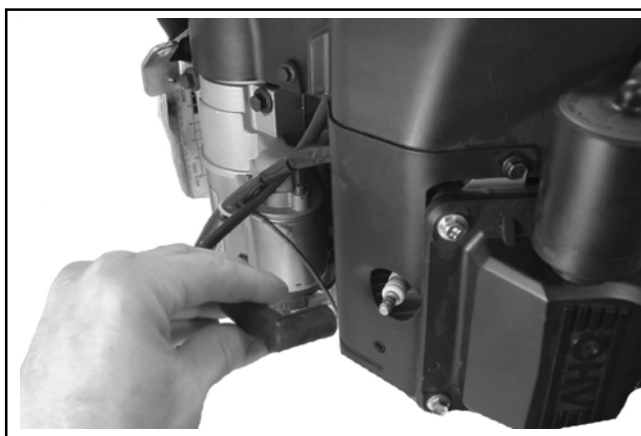

Figura 9-1. Scollegamento dei cavi delle candele.
1. Scollegare i cavi dalle candele. Vedere Figura 9-1.